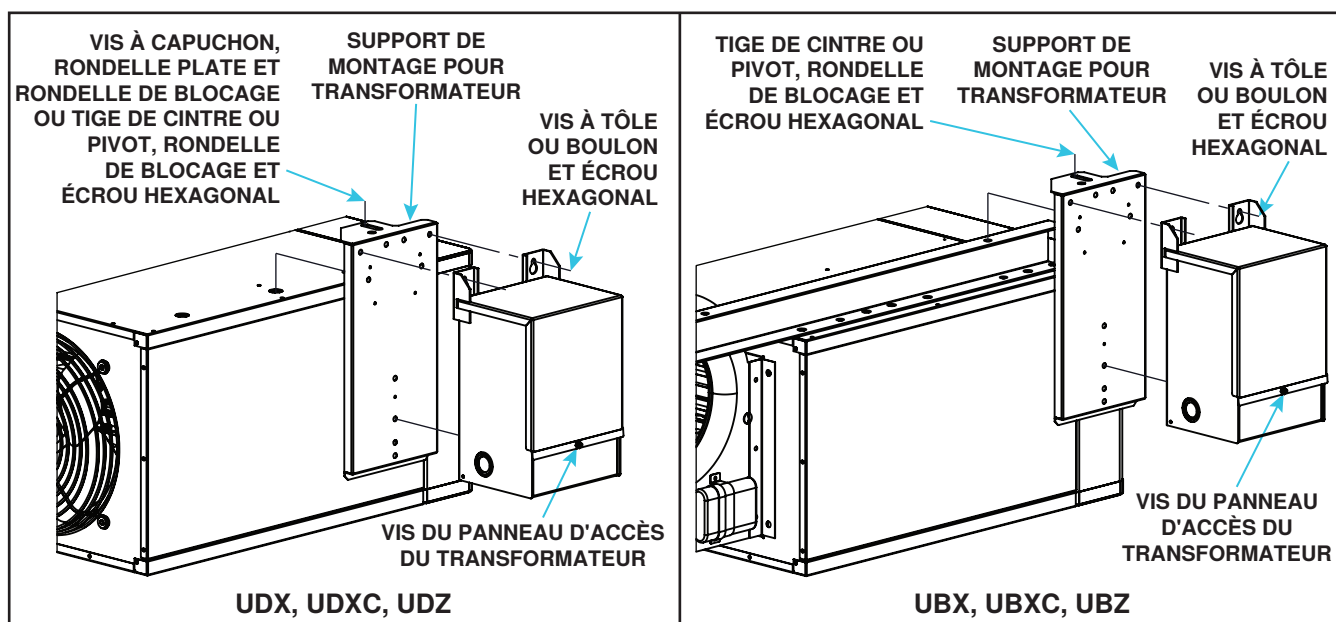

Figure 1. Installation du transformateur et du support
- Voir la Figure 1 pour déterminer l'emplacement du transformateur/support :
3. Installez le transformateur sur le support de montage (voir Figure 1) :
4. Fixez le support de montage du transformateur avec le transformateur sur le radiateur (voir Figure 1) :